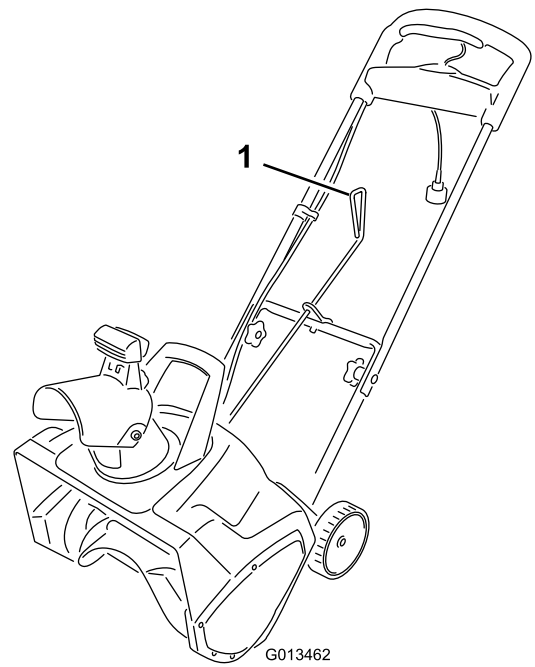
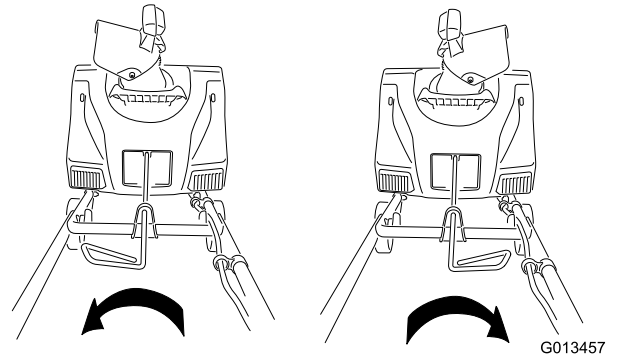

Figure 6
Figure 7
4. Vérifiez que la poignée de la tige d'orientation de l'éjecteur est dirigée vers le haut (Figure 6) et insérez la tige dans le trou de clavette au dos du carter.
6. Bougez la poignée de la tige d'orientation pour vérifier qu'elle bouge dans la même direction que l'éjecteur (Figure 7).
Pour régler l'éjecteur, déplacez la poignée de la tige d'orientation dans la direction d'éjection de la neige recherchée (Figure 6 et Figure 7).